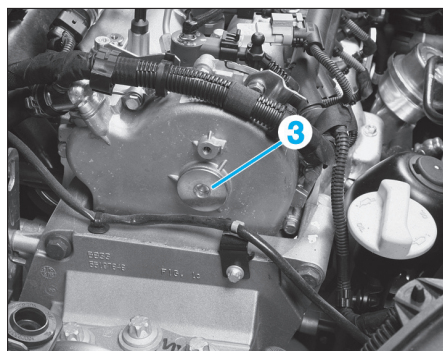

Fig. 17
- Déposer le bouchon (3) du carter de chaîne de distribution (Fig.17).